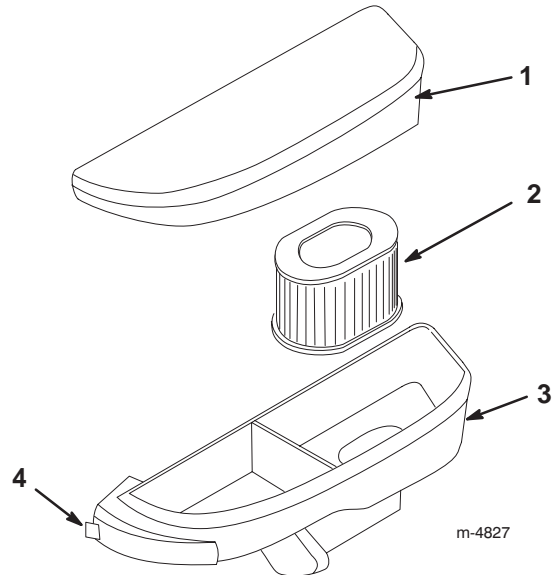

Figure 21
1. Pour enlever le couvercle du filtre à air, tirez sur la languette du corps et soulevez le couvercle (Fig. 21).
2. Déposez le filtre (Fig. 21) et vérifiez son état. Remplacez-le s'il est décoloré ou encrassé.
5. Pour reposer le couvercle, accrochez-le par la fente à la languette qui dépasse du corps et appuyez dessus pour l'enclencher sur le corps (Fig. 21).